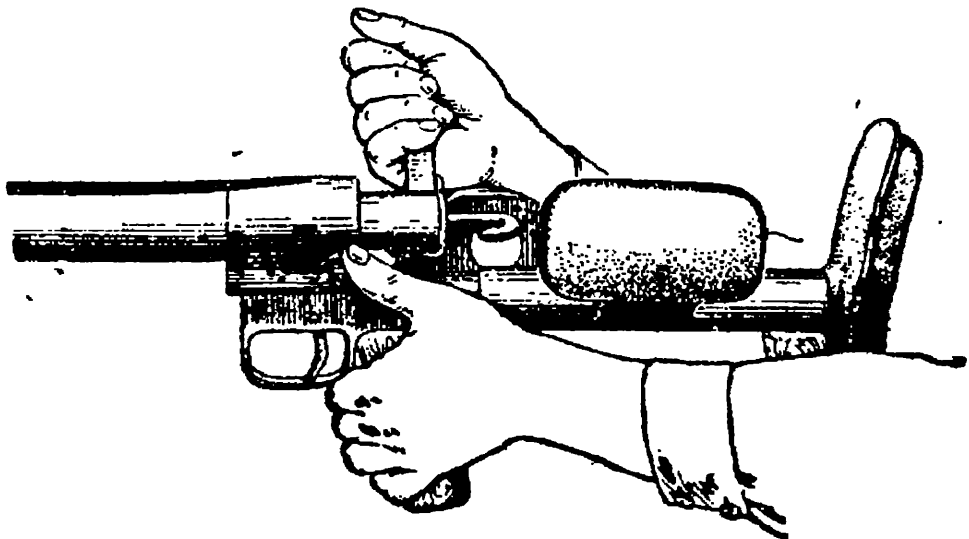

Рис. 42. Как вынуть затвор
2. Вынуть затвор (рис. 42), большим пальцем левой руки нажать на затворную задержку, а правой рукой открыть и вынуть затвор.